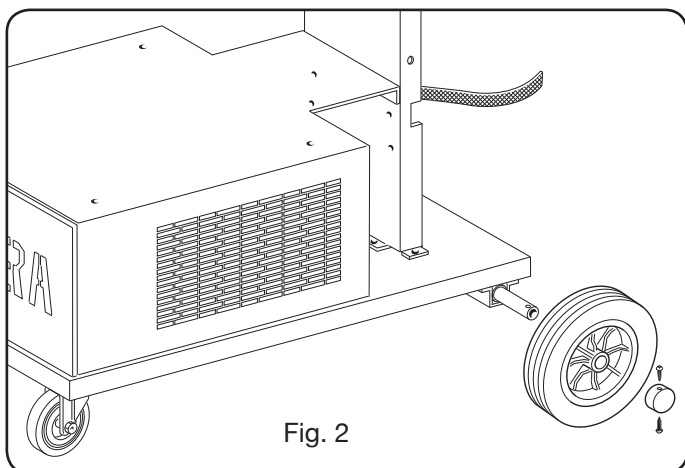

Fig. 2
- I alla generatorer är det nödvändigt att montera bakhjulen efter att ha fört in axeln (fig. 2).